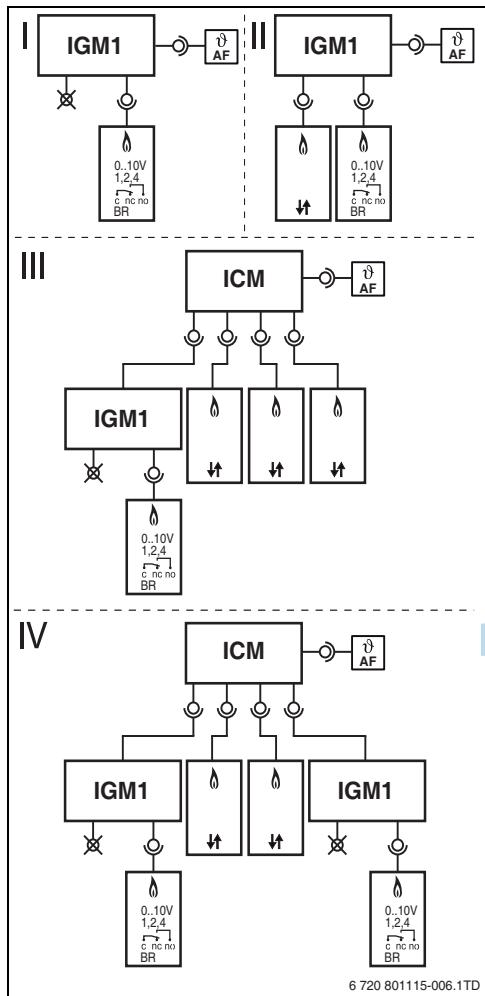

Bild 3 Konfigurationen
Mit dem IGM sind vier grundlegende Konfigurationen zu unterscheiden. Diese bilden die Möglichkeiten des IGMs im System ab. In allen Konfigurationen kann der im Lieferumfang enthaltene Vorlauftemperaturfühler (VF) als Systemvorlauftemperaturfühler (VF alternativ als PFO) verwendet werden, die 4 grundlegenden Konfigurationen werden hier beschrieben (→ Bild. 3):